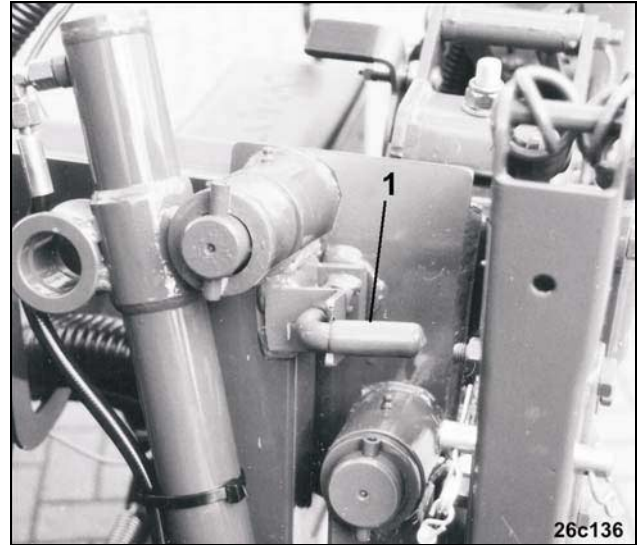

Fig. 141
- de transportvergrendeling van de buitenste elementen bij ED 452-K (Fig. 141/1) en ED 602-K (Fig. 142/1) losmaken